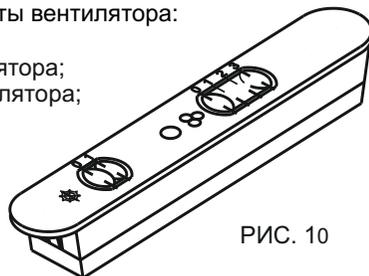

РИС. 10
7.2.2 Ползунковый переключатель (рис. 10).